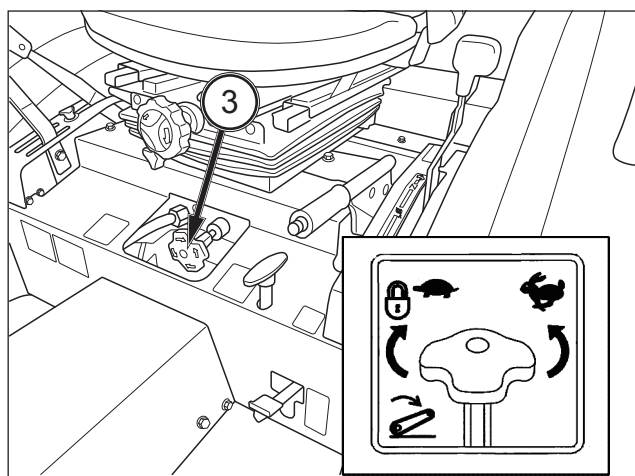

FIG. 76
FIG. 76 : la poignée (3) qui commande la vitesse d'abaissement commande le taux de décharge d'huile hydraulique et donc la vitesse d'abaissement de l'attelage et de l'équipement. Tournez la molette dans le sens horaire pour réduire la vitesse d'abaissement (le temps d'abaissement augmente) et dans le sens antihoraire pour l'augmenter (le temps d'abaissement diminue). En tournant la molette à fond dans le sens horaire, l'équipement est bloqué dans sa position actuelle.